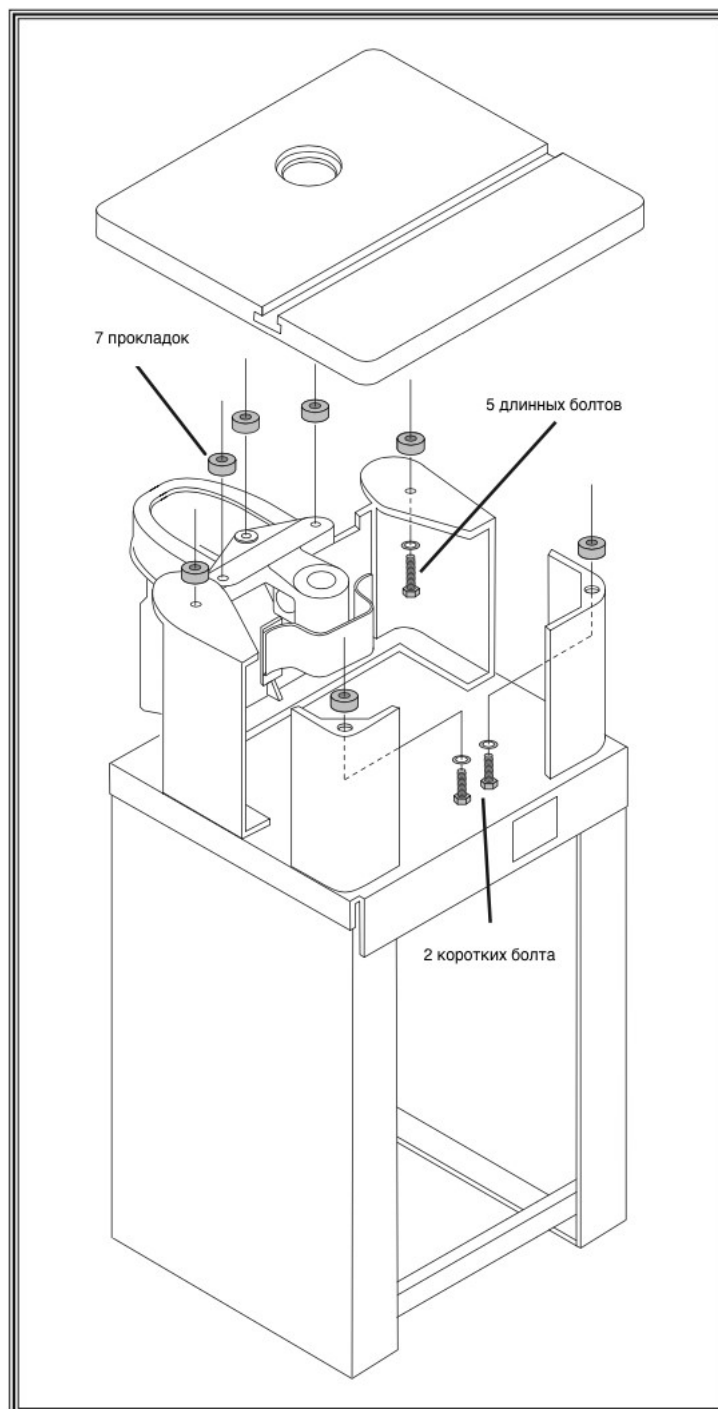

Рис. 32 Установка прокладок стола
8. Установите стол на прокладки и закрепите его на станке с помощью шестигранных болтов из набора (см. Рис. 32).